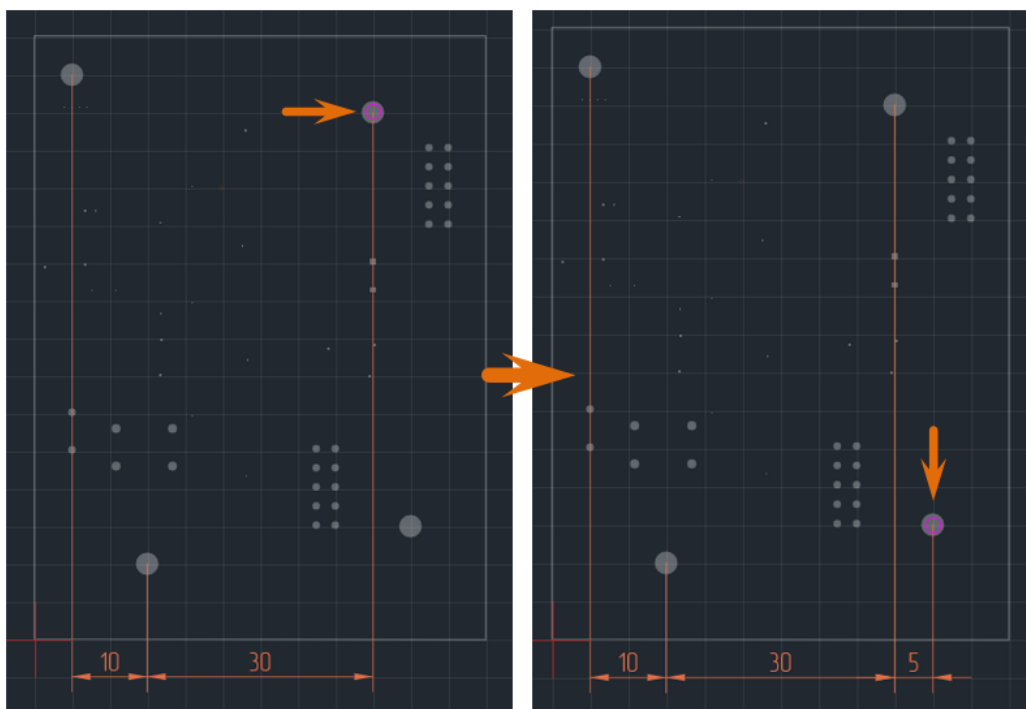

Рис. 463 Второй и последующие размеры горизонтальной цепной размерной
7. Повторяя действия, описанные в п. 6, разместите необходимое количество размерных линий, см. Рис. 463.